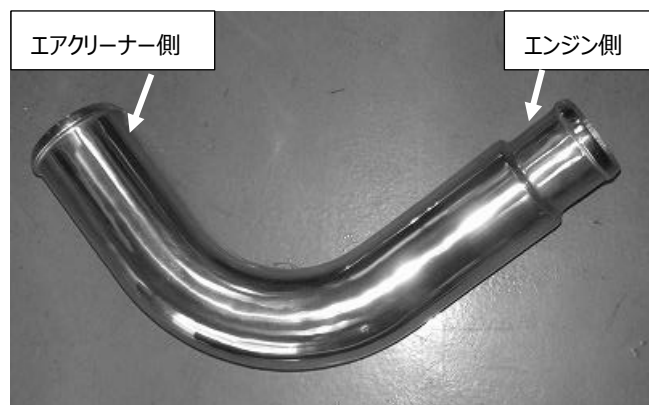

図 2
- 1) 差し込む向きに注意して付属のサクションパイプ①を取り付けます。(図 2,3)